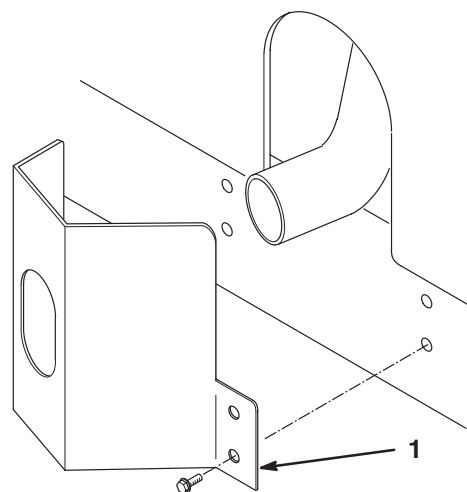

**Figure 4**
1. Décrochez le verrou du capot de son support (Fig. 4).
2. Glissez la patte de blocage du capot sur le verrou (Fig. 4).
3. Raccrochez le verrou sur le support du capot (Fig. 4).
4. Insérez un boulon (1/4 x 1-1/2") dans la patte de blocage du capot et fixez-la à l'aide d'une rondelle plate et d'un contre-écrou (Fig. 4).